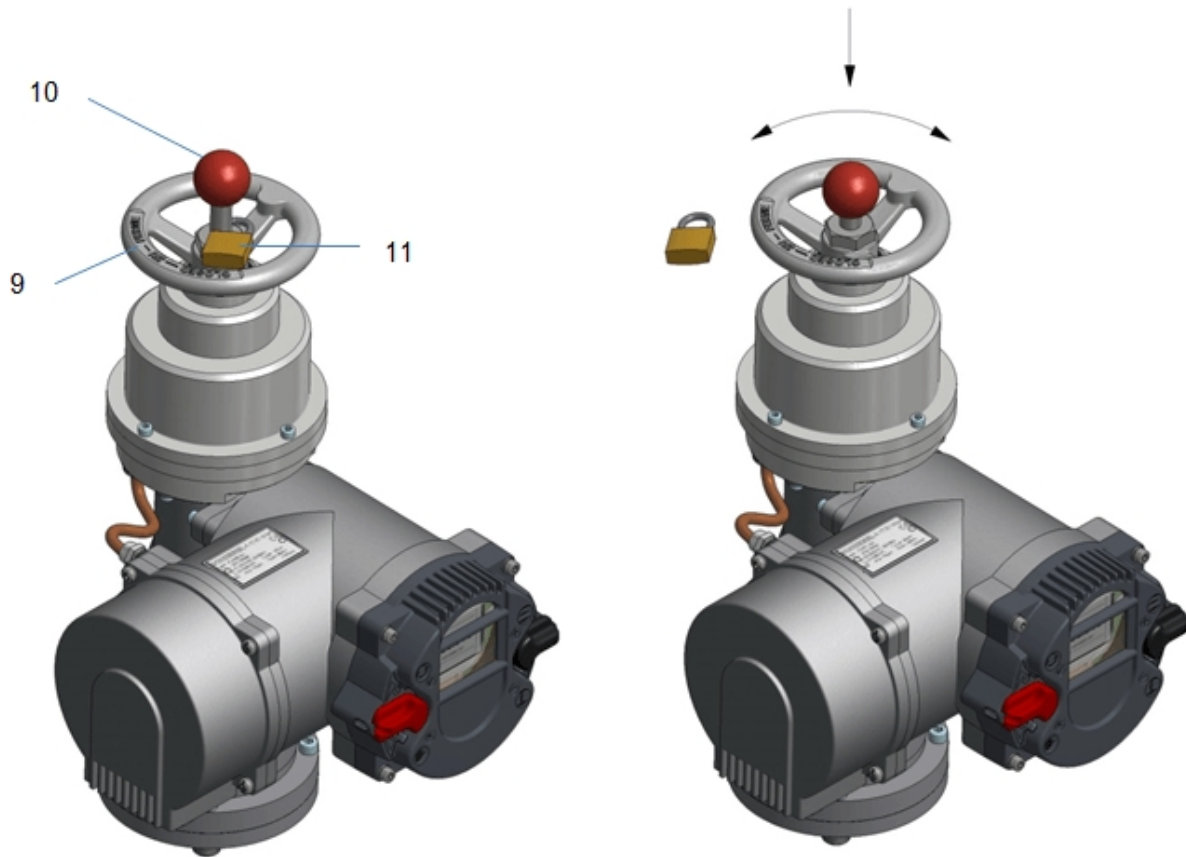

Рисунок 5: 9. . . Маховик, 10. . . шток перемикання передач, 11. . . навісний замок
ПРИМІТКА: При активації ручного приводу електрична функція приводу відключається. У звичайному режимі роботи маховик (позиція (9) на рис. 5, стор. 16) не має ніякого ефекту, він просто обертається вхолосту.